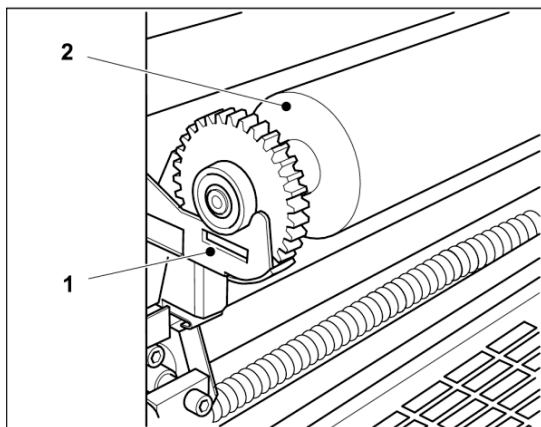

図 7 計量ローラを置く
2. ギアのガード(図7/1)を、操作側、駆動側の順で下に降します。
3. 計量ローラ(図7/2)を軸受けから持ち上げて取り外します。